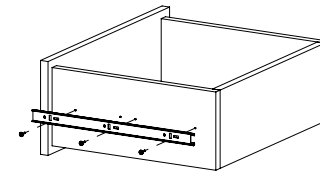

Рис.8
- Закрепить шурупами полозья направляющих на боковинах ящика 8, 9 (Рис. 8).